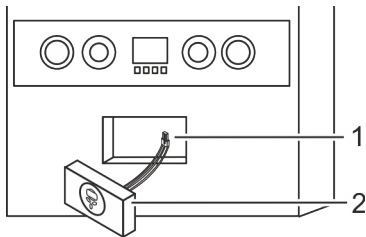

Fig. 5: Instalar el actuador (receptor)
- Instale en la caldera el actuador montado (receptor) (Fig. 5/1).